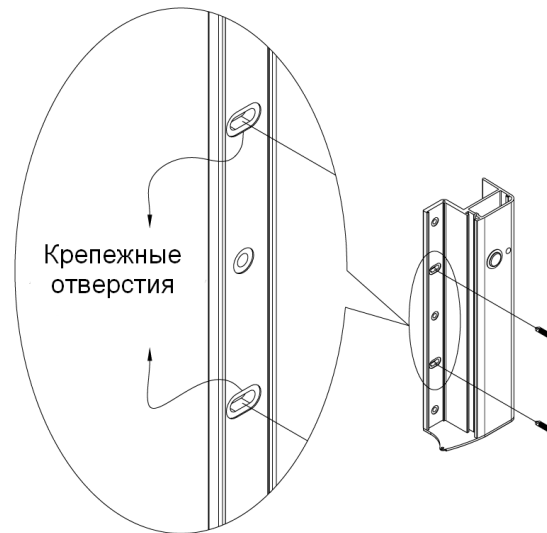
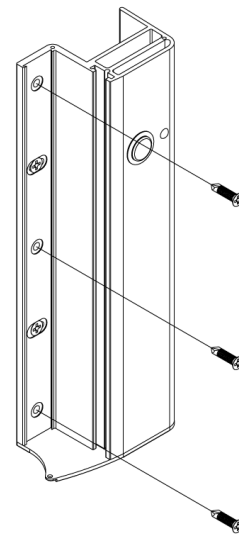

Рис.7
Рис.8
4. Закрепить ручку замка на двери при помощи двух крепежных отверстий Рис.7. После проверки и регулировки правильного положения замка, затянуть крепежные винты и зафиксировать ручку замка остальными винтами Рис.8.